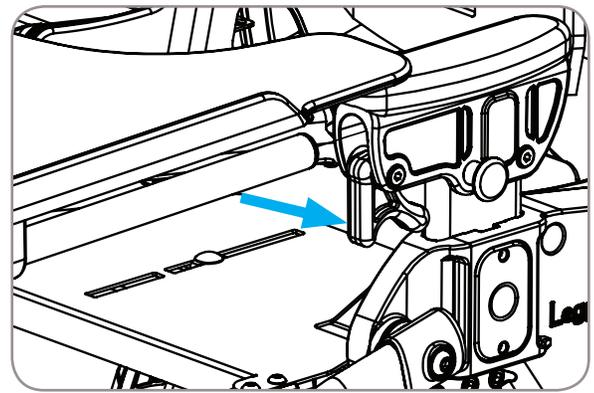

Figure 21
2. Basculez le dispositif de blocage à came de gauche à droite vers le bas. Consultez la figure 21.